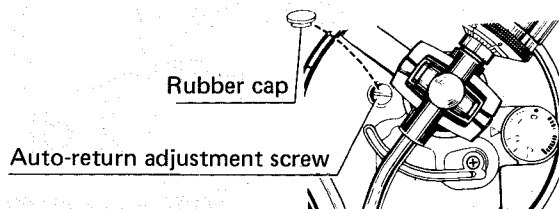

Fig. 11 (Abb. 11)
• Adjustment of automatic return position (Fig. 11)
• Justierung des Abschaltpunktes der Automatik (Abb. 11)
● Mise au point de la position de retour automatique (Fig. 11)
● Ajuste de la posición para retorno automático (Fig. 11)